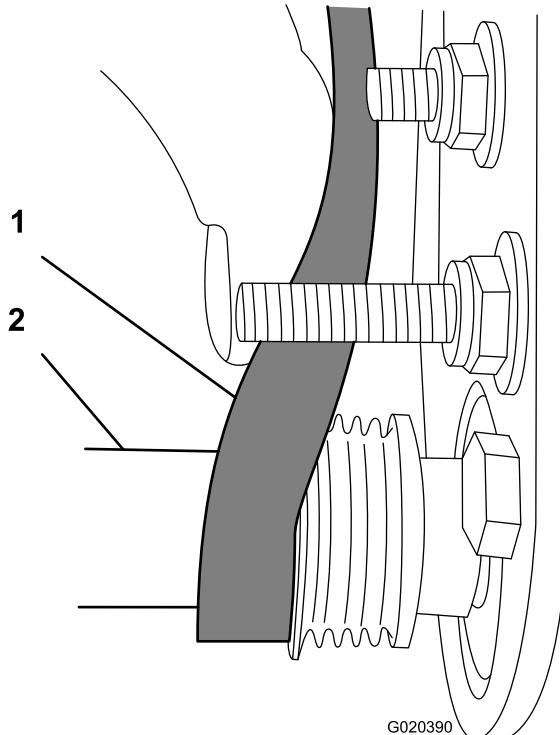

Figura 12
3. Utilizzate una chiave a tubo di profondità da 9/16" per ruotare il gruppo spazzola e guidare la cinghia sulla puleggia condotta (Figura 12).